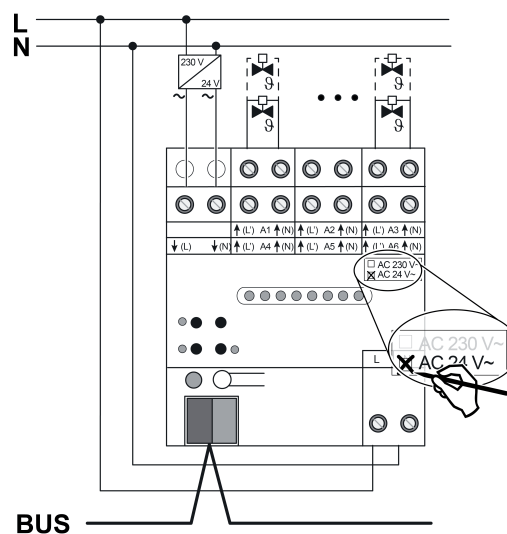

Bild 4: Anslutning ställmotorer 24 V
- Anslut ställmotorer typ AC 24 V enligt anslutningsschemat (bild 4).
- Anslut försörjningen för ställmotorer till plint ↓(L) och ↓(N) (1).
- Anslut nätspänningen till plintarna (5).